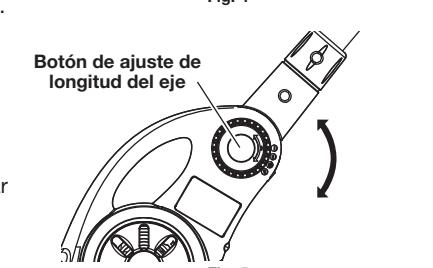

Fig. 5
- Apriete los botones de ajuste del ángulo del eje situados a ambos lados de la caja del motor (Fig. 5).